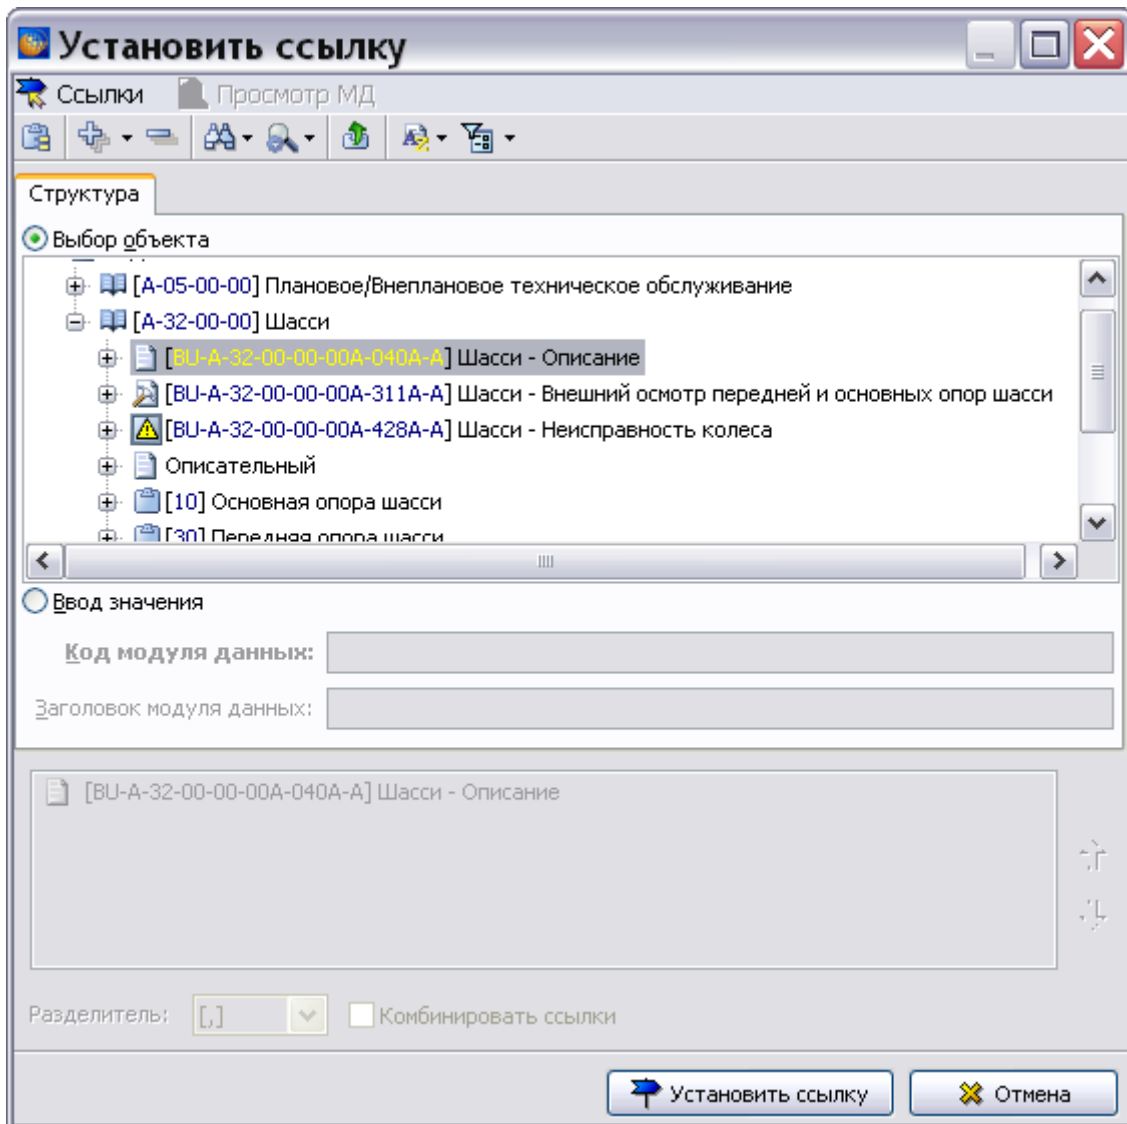

Рис. 7.13
2. В окне **Установить ссылку** выберите модуль данных в структуре проекта или укажите параметр **Ввод значения** и введите параметры МД вручную (Рис. 7.13).